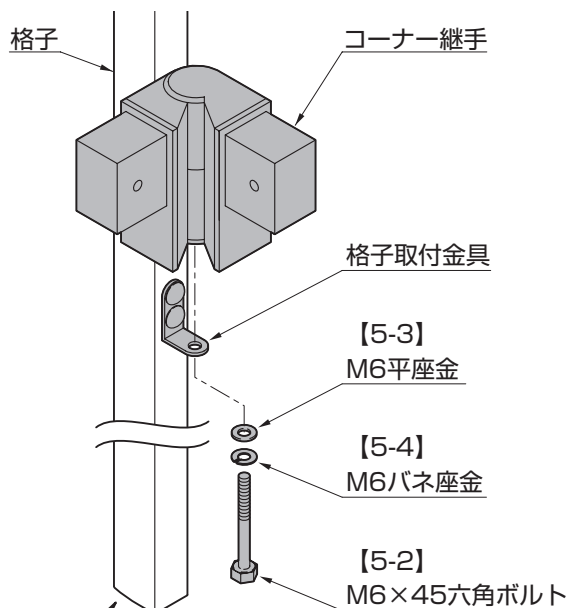

図5-1 コーナー継手と格子の取付け
- ① コーナー継手下面の、【5-2】、【5-4】、【5-3】をはずし、格子に付いている格子取付金具とコーナー継手を仮止めしてください。（図5-1参照）